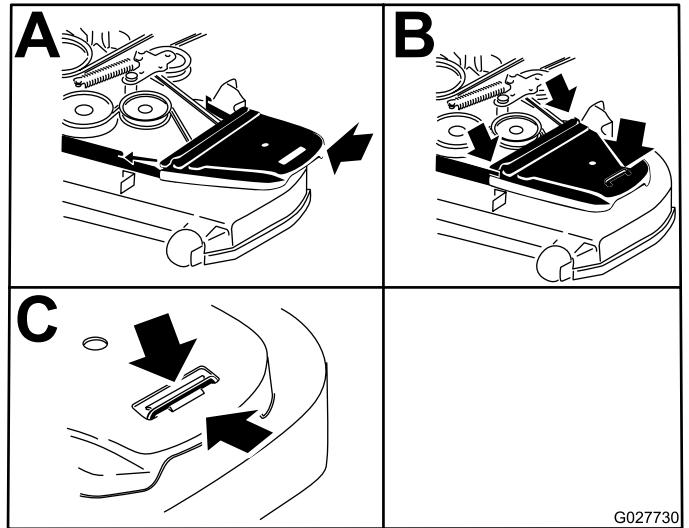

Figura 103
11. Instale las cubiertas de la correa (Figura 103).